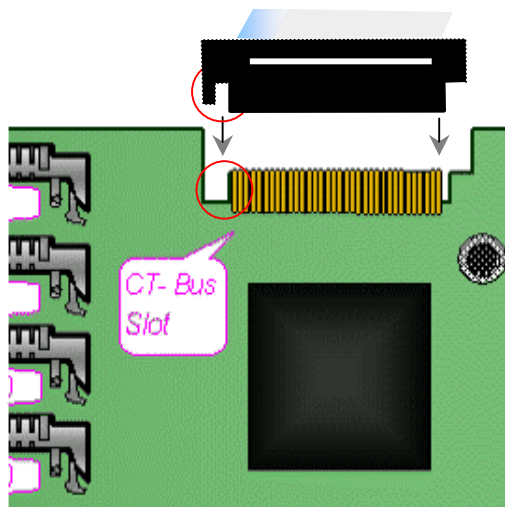

图 2-13 H.100 总线的接线方法
- ① 连接时需注意各插头按同一方向插入，不要扭转或插反，见图 2-13 所示。